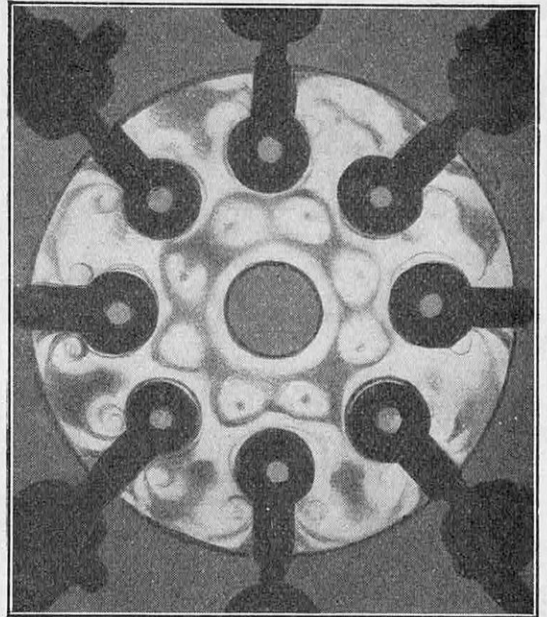

FIG. 4. — L'ANISOTROPIE D'UN CORPS SOUMIS A DES TENSIONS EST DÉCELABLE PAR DES PROCÉDÉS OPTIQUES
L'état vitreux est représenté, par exemple, par les verres, le sucre candi, etc. Mais ces milieux, lorsqu'ils sont amorphes, présentent une double instabilité. La première est d'ordre mécanique : soumis à des tractions ou à des compressions non uniformes, ou encore à des variations irrégulières de température, ces milieux peuvent devenir *anisotropes* (fig. 4), c'est-à-dire que toutes les directions n'y sont pas identiques, ce qui, en lumière polarisée, se traduit par de magnifiques effets de coloration ; je rappelle que le grand miroir du télescope fondu pour l'Observatoire californien de Palomar a dû être recuit pendant plus d'une année avant que cet état d'isotropie parfaite fût atteint par toute sa masse (1).